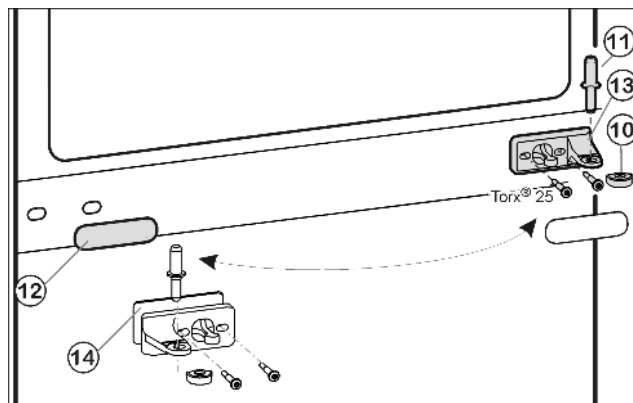
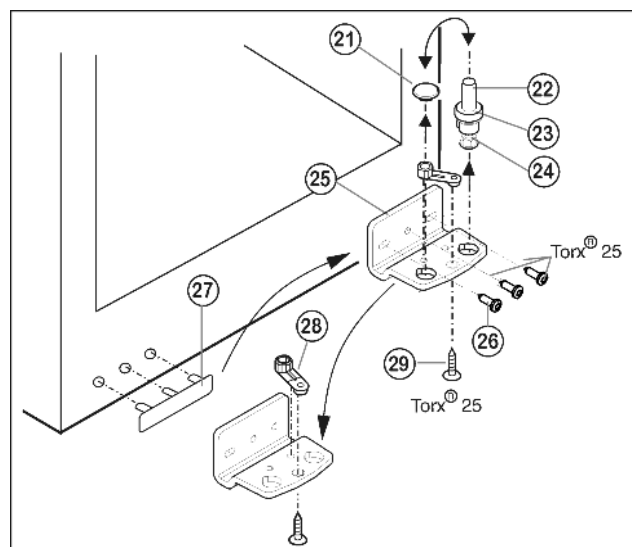

Fig. 5
Fig. 6
- ▶ Prostřední ložiskový čep Fig. 5 (11) vytáhněte ze stojanu ložiska a spodních dveří.
- ▶ Plastovou čepičku Fig. 5 (10) stáhněte.
- ▶ Stojan ložiska uprostřed Fig. 5 (13) odšroubujte (2 krát Torx® 25).
- ▶ Krytku Fig. 5 (12) opatrně stáhněte.
- ▶ Prostřední stojan ložiska Fig. 5 (13) s podložkou Fig. 5 (14) přišroubujte otočený o 180° na novou stranu závěsu (s 4 Nm).
- ▶ Krytku Fig. 5 (12) otočenou o 180° zasuňte na nové straně madla.
- ▶ Ložiskový čep Fig. 6 (22) včetně podložky Fig. 6 (23) a seřizovací nožky Fig. 6 (24) vytáhněte nahoru.
- ▶ Zátku Fig. 6 (21) odstraňte.
- ▶ Stojan ložiska Fig. 6 (25) odšroubujte Fig. 6 (26).
- ▶ Ložiskový díl Fig. 6 (28) odšroubujte Fig. 6 (29) a přemístěte jej do protilehlého upínacího otvoru stojanu ložiska, pak ho znovu pevně přišroubujte.
- ▶ Krytku na straně madla Fig. 6 (27) opatrně vytáhněte a přemístěte na druhou stranu.
- ▶ Stojan ložiska Fig. 6 (25) na nové straně závěsu zase přišroubujte příp. pomocí akumulátorového šroubováku (momentem 4 Nm).
- ▶ Zátku Fig. 6 (21) zase vložte do druhé díry.
- ▶ Ložiskový čep Fig. 6 (22) včetně podložky a seřizovací nožky zase nasadte. Přitom dávejte pozor, aby zajišťovací vačka směřovala dozadu.
- Spodní dveře nasadíte shora na spodní ložiskový čep Fig. 6 (22).
- Plastovou krytku Fig. 5 (10) nasadíte zase na prostřední stojan ložiska Fig. 5 (13).
- Prostřední ložiskový čep Fig. 5 (11) vložte přes prostřední pouzdro ložiska Fig. 5 (13) do spodních dveří na nové straně závěsu.
- Horní dvířka usadíte na prostředním ložiskovém čepu Fig. 5 (11).
- Dveře případně pomocí obou podélných děr ve spodním stojanu ložiska Fig. 6 (25) a v prostředním stojanu ložiska Fig. 5 (13) vyrovnějte tak, aby lícovaly. Vyšroubujte prostřední šroub na stojanu ložiska dole Fig. 6 (25).